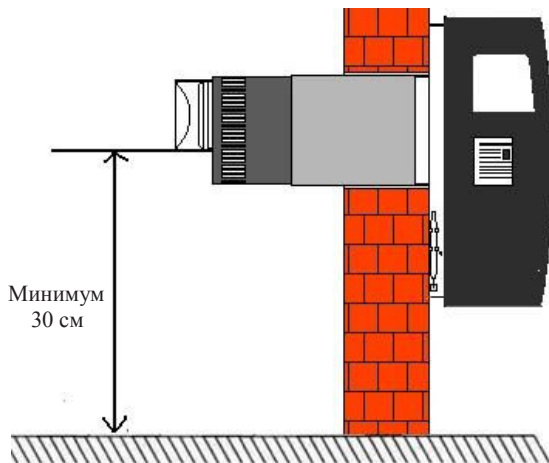

Рисунок 1: Расстояние отверстия дымовой трубы от земли.
- Нижняя часть выходного отверстия дымовой трубы для модели НS и НР должна находиться на расстоянии 30 см от земли (Рисунок 1).